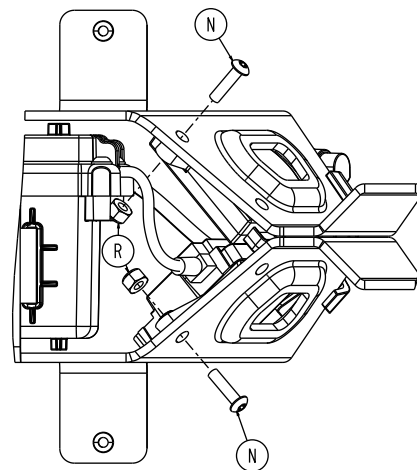

Figure 96 – Retirer la vis et l'écrou du module sans fil
25. À l'aide d'une clé Torx T25 et d'une clé mixte de 3/8 po, retirer la vis d'assemblage à tête ronde (N) et l'écrou Fiberlock (R) qui fixent le module sans fil à la civière le cas échéant, et le module NFMIC à la civière, le cas échéant (Figure 96). Conserver la vis et l'écrou.